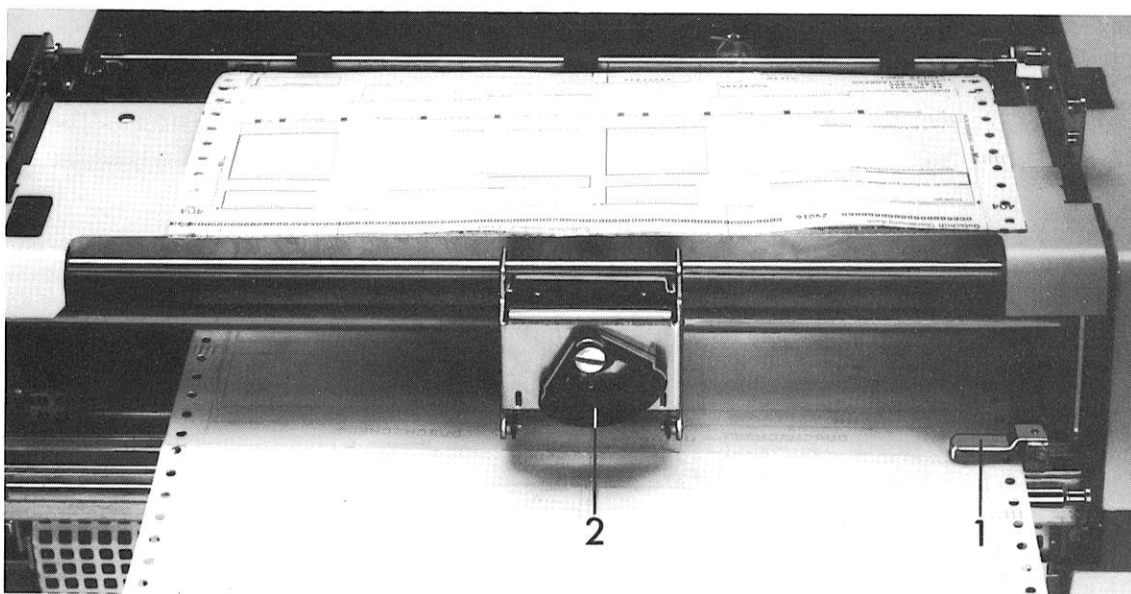

Abb. 13 Papierführung, Rückseite
Mit der Papierspanneinrichtung Abb. 13 wird das Endlosformular gespannt, damit es an der Walze anliegt.
Der Papierendekontakt 1) Abb. 13 ist auf die entsprechenden Formularbreiten seitlich verstellbar.
- Am Papierendekontakt (Abb. 13) den Abtasthebel hochstellen.